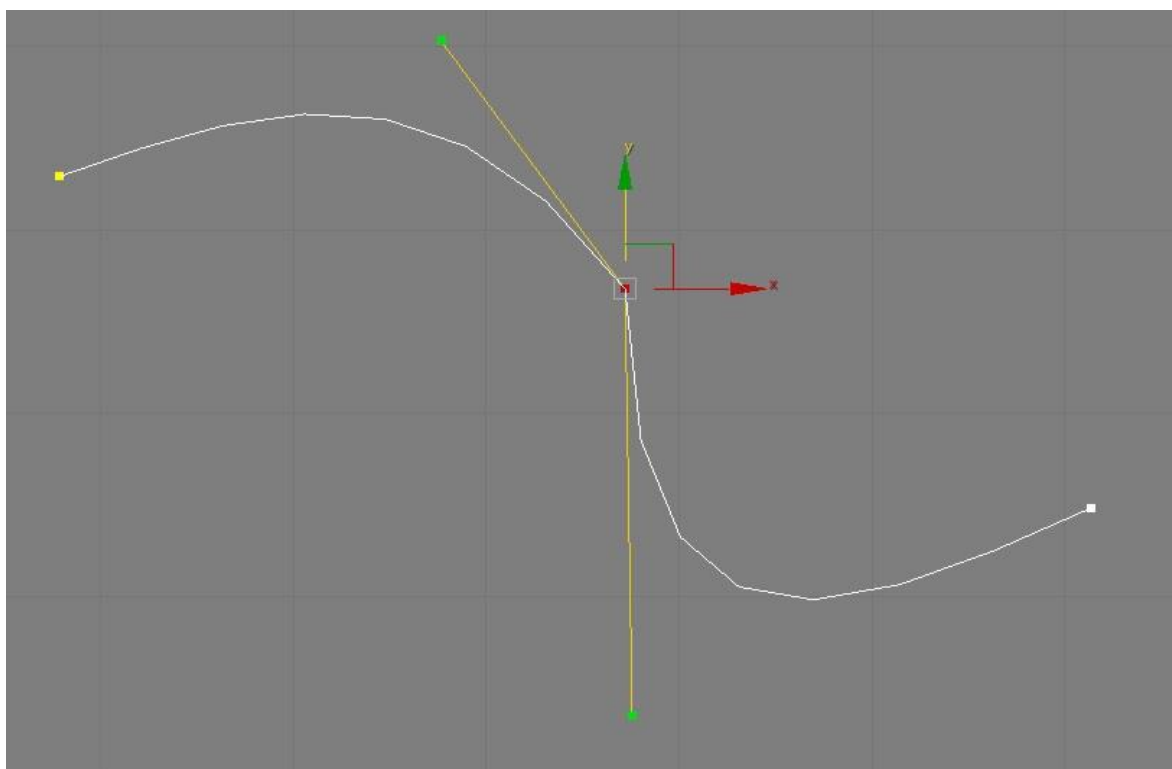

Рисунок 2.38 - Вершина *Bezier Corner* (Безье с изломом)
– *Bezier Corner* (Безье с изломом) – вершина, которая, как и вершина типа *Bezier* (Безье), снабжена касательными векторами, но у вершин *Bezier Corner* (Безье с изломом) касательные векторы не связаны друг с другом, и маркеры можно перемещать независимо (Рисунок 2.38).